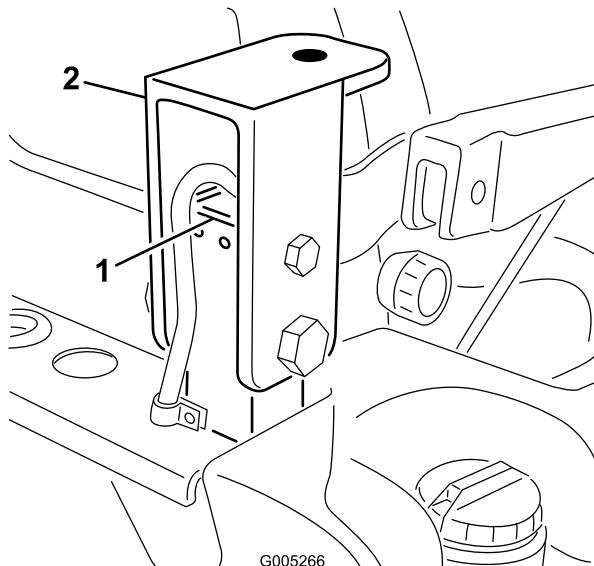

Figura 93
4. Instale sem apertar um suporte de montagem da cabina em cada coluna ROPS com 2 parafusos (1/2 x 3 pol.), duas porcas (1/2 pol.), 2 parafusos (3/4 x 3-1/2 pol.) e duas porcas (3/4 pol.) (Figura 93).